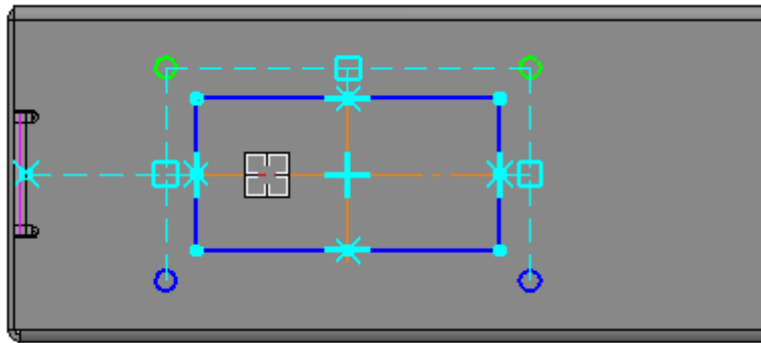

Рисунок 55.
- Повторите построение симметричного изображения, указав на этот раз в качестве оси симметрии горизонтальную осевую линию (рис. 55).